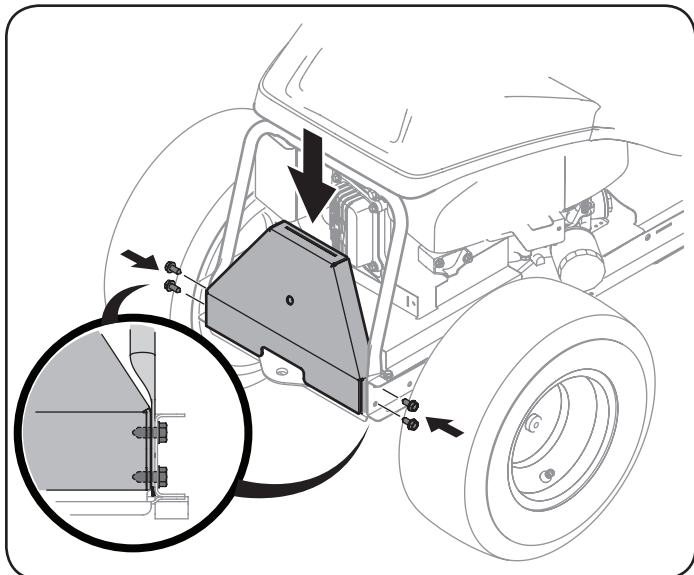

Figura 4
2. Instale el soporte de montaje de la embolsadora en el tractor, usando cuatro pernos hexagonales 710-1260A del paquete de herrajes 683-05147. Pase cada perno hexagonal a través del bastidor del tractor, el tubo de montaje de la cubierta trasera, y enrósquelos en la tuerca soldada del soporte de montaje de la embolsadora, como se indica en la Figura 4.